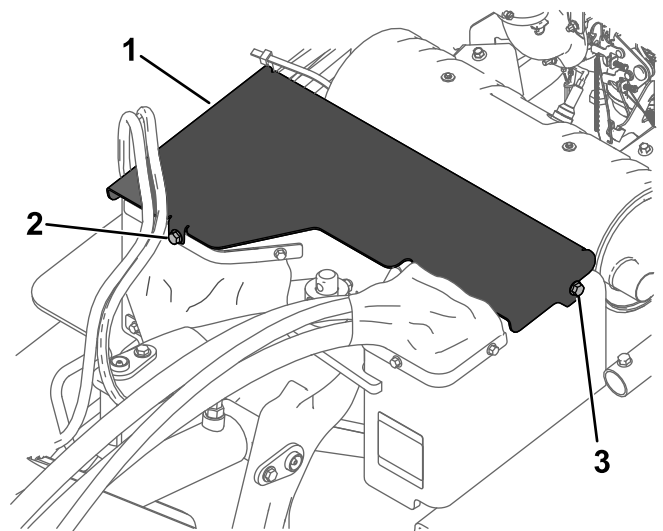

Bild 24
3. Entfernen Sie die vordere Schraube und lösen Sie dann die linke Schraube, mit der die vordere Abdeckung an der Maschine befestigt ist (Bild 24).
4. Schieben Sie die Abdeckung etwas nach vorne und ziehen sie hoch, um sie zu entfernen (Bild 24).
5. Um die vordere Abdeckung zu installieren, schieben Sie die vordere Abdeckung an ihren Platz und befestigen Sie sie mit den beiden Schrauben (Bild 24).